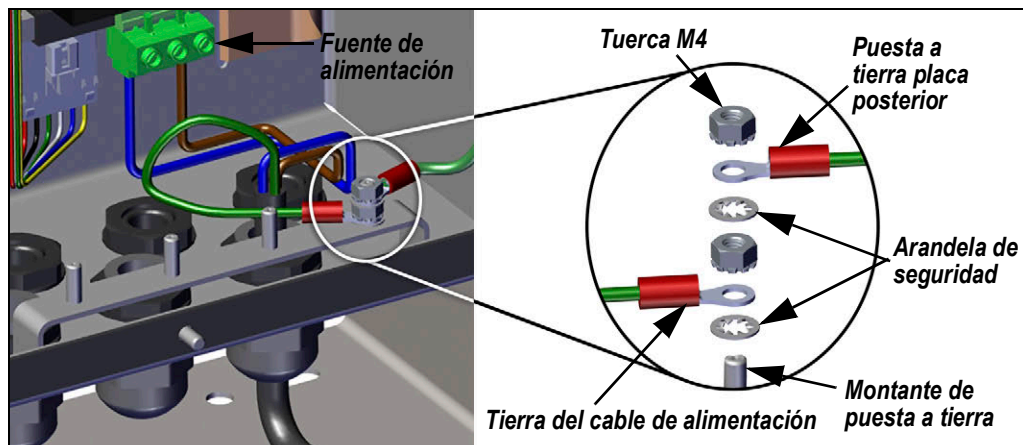

Figura 2-6. Conecte el cableado CC
1. Tienda al cable de alimentación CC (no incluido) a través del prensacables (Figura 2-6).
2. Un cable deberá terminar (puesto a tierra) en un montante cerca del prensacables mediante el apilamiento de puesta a tierra adecuado. La puesta a tierra de la placa posterior ya viene fijada a un montante. Quítela para que la puesta a tierra del cable de alimentación quede en la parte inferior del apilamiento, tal como se ilustra en Figura 2-6. Apriete los tornillos a un par de 10 in-lb (1,13 N-m).
3. Ejecute los otros dos alambres hacia la parte posterior de la carcasa y conéctelos al enchufe de tres clavijas (incluido en la bolsa de piezas) que se conecta a la placa de la fuente de alimentación como se muestra en Figura 2-6 y Tabla 2-2.